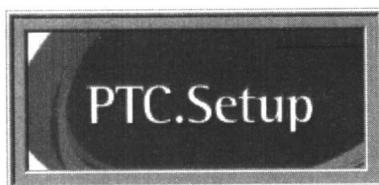

图 1.1 安装启动界面
(1) 运行光盘上的 setup.exe 文件, 屏幕上将出现如图 1.1 所示的安装启动界面, 这时安装程序在自动检测计算机的配置情况。